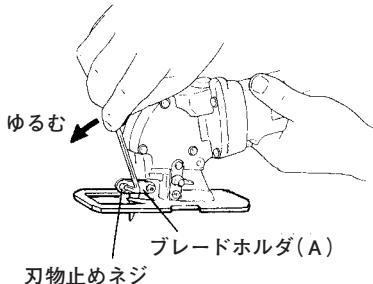

図 18
- 付属の六角棒スパナで、刃物とブレードホルダ(A)を固定している刃物止めネジ2本を、反時計方向にまわしてゆります。(図18)